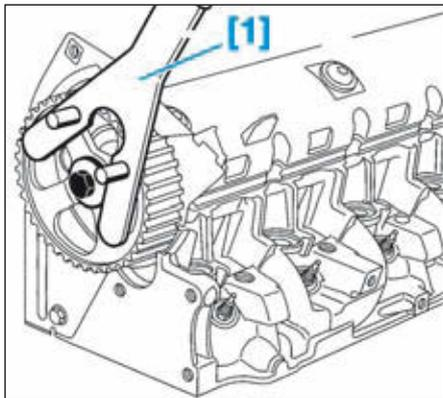

FIG.68
- Immobiliser la poulie d'arbre à cames à l'aide de l'outil [1] (Fig.68).